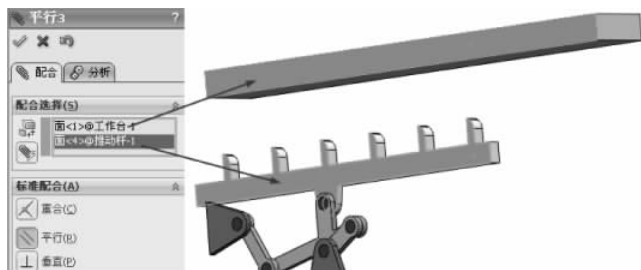

图 3-237 平行配合
(26) 选择【标准配合】选项组下的【平行】配合类型,在【要配合的实体】选择框中选择如图 3-237 所示的面,其他保持默认,单击【确定】按钮,完成平行配合。